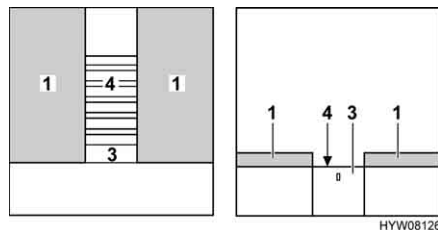

Fig. 84 Pendant la transformation
- Faire ressortir le sommier à lattes complètement (Fig. 84,4). Tirer pour ce faire sur le tiroir (Fig. 84,3).